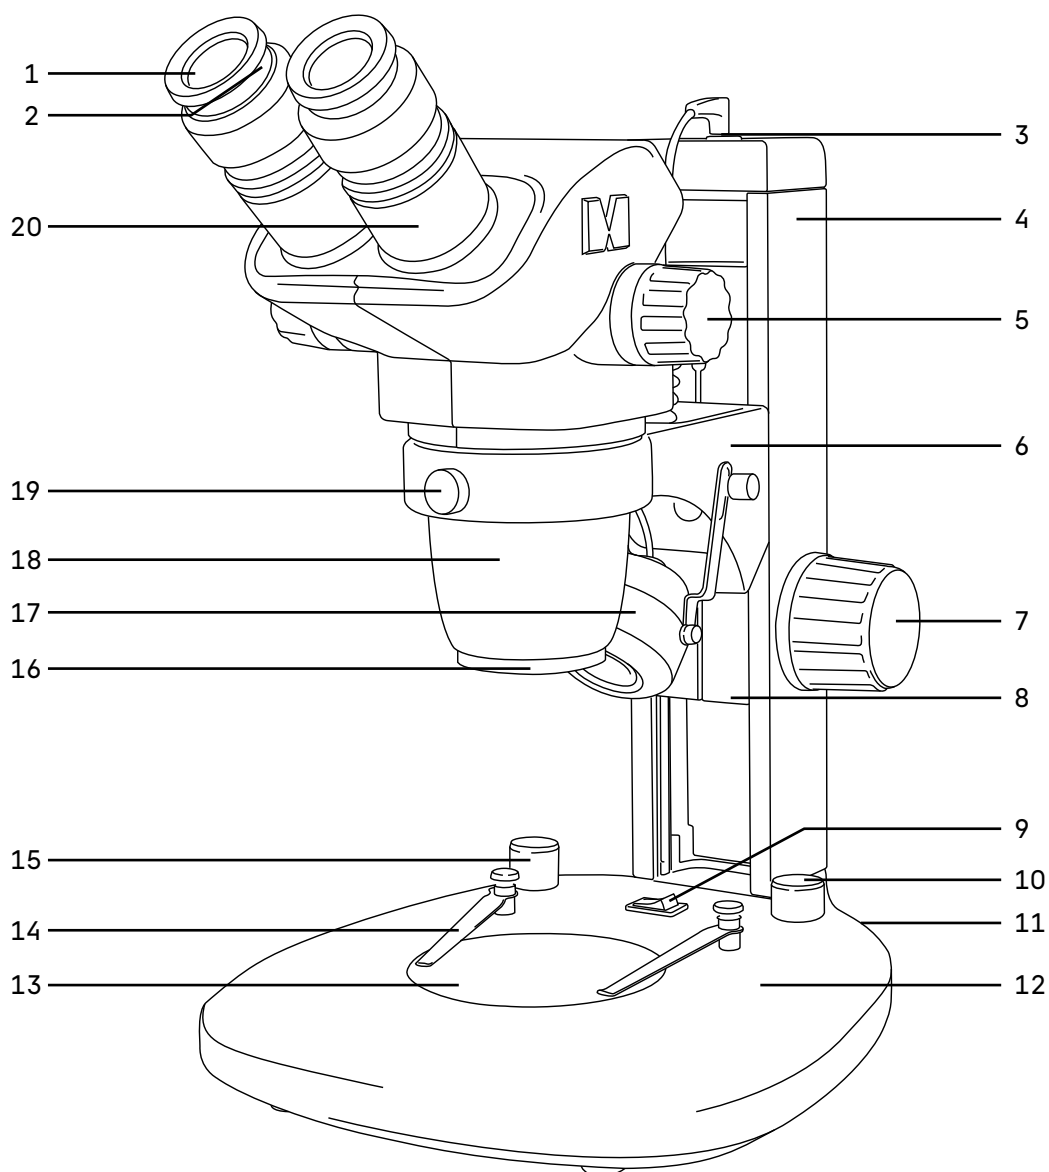

Рис. 1. Микроскоп MAGUS Stereo 7B
Общий вид микроскопа представлен на рис. 1.
Штатив микроскопа **4** (рис.1) закреплен на основании **12** (рис. 1). Штатив несъемный.
В штативе располагается механизм фокусировки **8** (рис. 1), на который крепится кронштейн **6** (рис. 1) для установки оптической головы. Наверху штатива расположено гнездо для подключения шнура осветителя отраженного света **3** (рис. 1)
В основании **12** (рис. 1) расположен блок питания и источник проходящего света – светодиод. Пластина **13** (рис. 1) обеспечивает рассеивание света и равномерное освещение всей плоскости исследуемого объекта. Выключатель **9** (рис. 1) служит для включения и выключения источника света.
Регулировка яркости осветителя отраженного света осуществляется ручкой **15** (рис. 1), а проходящего света – ручкой **10** (рис. 1).
Основание также выполняет функцию предметного столика. Объект исследования располагают на пластине **13** (рис. 1). Пластина устанавливается в гнездо основания. Диаметр пластины – 95 мм.
При необходимости объект можно закрепить на пластине двумя прижимами **14** (рис. 1).
Фокусировочный механизм **8** (рис. 1) перемещается в штативе **4** (рис. 1), обеспечивая фокусировку на объект в соответствии с высотой объекта и рабочим расстоянием объектива.
Кронштейн **6** (рис. 1) закреплен на фокусировочном механизме. Вертикальное эффективное перемещение составляет 106 мм.
Сверху на кронштейн устанавливается оптическая голова и закрепляется в кронштейне винтом **19** (рис. 1). Оптическую голову можно повернуть внутри кольца кронштейна и зафиксировать в любом удобном положении.
В окулярные тубусы визуальной насадки **20** (рис. 1) устанавливаются окуляры **1** (рис. 1). Тубусы разводятся в соответствии с глазной базой наблюдателя в пределах от 54 до 75 мм.
Для установки камеры (видеоокуляра), снимите с микроскопа штатный окуляр, установите в окулярный тубус визуальной насадки **20** (рис. 1) кольцо-переходник 23,2–30 мм, затем установите в него переходник C-mount. Соедините камеру с переходником. Камера служит для вывода изображения на экран компьютера или монитор/телевизор.
Трансфокаторный объектив **18** (рис. 1) имеет увеличение от 0,67 до 4,5 крат и позволяет в процессе наблюдения плавно изменять увеличение в 6,7 раза без потери качества и с сохранением большого рабочего расстояния – 105 мм.
Увеличение микроскопа изменяется при помощи вращения рукоятки **5** (рис. 1).
Окуляры увеличением 10х имеют линейное поле зрения 22 мм (WF 10х/22). Каждый окуляр имеет диоптрийную подвижку **2** (рис. 1). Окулярные тубусы имеют надежную конструкцию крепления окуляров, которая исключает возможность случайного выпадения окуляров при перемещении микроскопа. Окуляры закрепляются в тубусах винтами.
Осветитель косо́го освещения **17** (рис. 1) зафиксирован в кронштейне. Штекер осветителя устанавливается в гнездо штатива **3** (рис. 1).
- Установите пластину **13** (рис. 1). При работе с прозрачными объектами выбирайте стеклянную пластину. При работе с непрозрачными объектами выбирайте черно-белую пластину. Для повышения контраста темные объекты исследуются на белой стороне пластины, светлые – на черной стороне.
- Установите прижимы **14** (рис. 1).
- Установите оптическую голову в кольцо кронштейна **6** (рис. 1). Закрепите оптическую голову винтом **19** (рис. 1). Не следует затягивать винт слишком сильно.
- Ручки регулировки освещенности объекта **10** и **15** (рис. 1) установите в минимальное положение.
Установите минимальное увеличение объектива 0,67х вращением рукоятки смены увеличения 5 (рис. 1). Рукоятки находятся с двух сторон оптической головы.
Накрутите необходимую насадку на объектив **18** (рис. 1) по резьбе. Уменьшающая насадка 0,5х увеличивает рабочее расстояние и поле зрения.